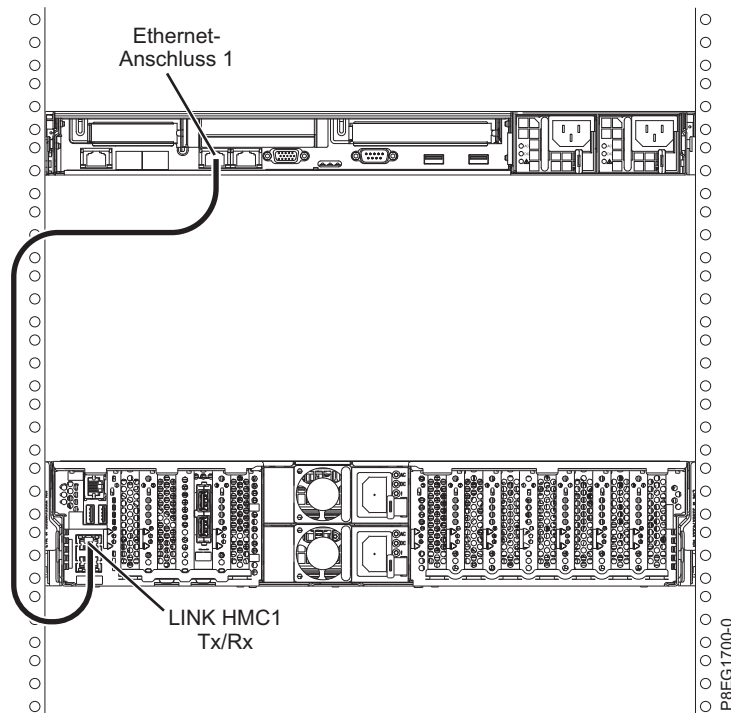

Abbildung 17. HMC an das verwaltete System anschließen
1. Wenn Sie Ihre HMC direkt an das verwaltete System anschließen möchten, schließen Sie den **Ethernet-Anschluss 1** der HMC an den Anschluss **HMC1** des verwalteten Systems an. Siehe Abb. 17 auf Seite 15.